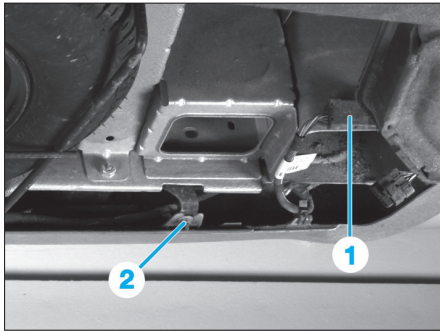

Fig. 108
- Débrancher le connecteur (1) du faisceau électrique (Fig.108).
- Déposer les écrous (2) situés à chaque extrémités.